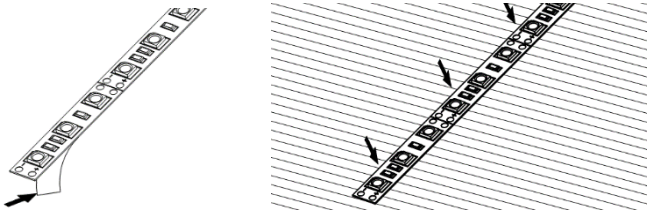

Рисунок 8.
- 4.12. Подготовьте необходимый отрезок ленты. Удалите защитную пленку с поверхности клейкой ленты. Приклейте ее на место установки. Проклейка ленты должна быть равномерной (см. Рисунок 8).